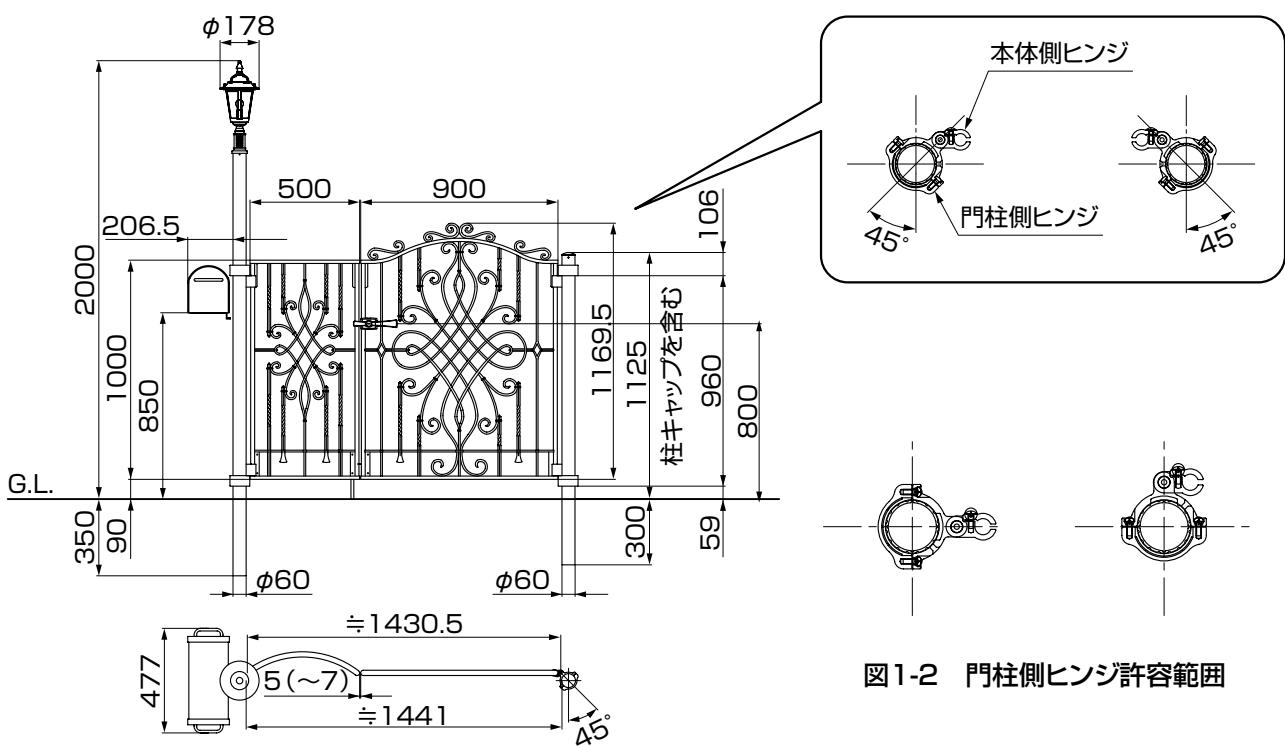

図1-2 門柱側ヒンジ許容範囲
- 基本施工(45°)に対し±45°以内です。ただし、90°(右図)の場合は外開き仕様は不可となります。(図1-2参照)